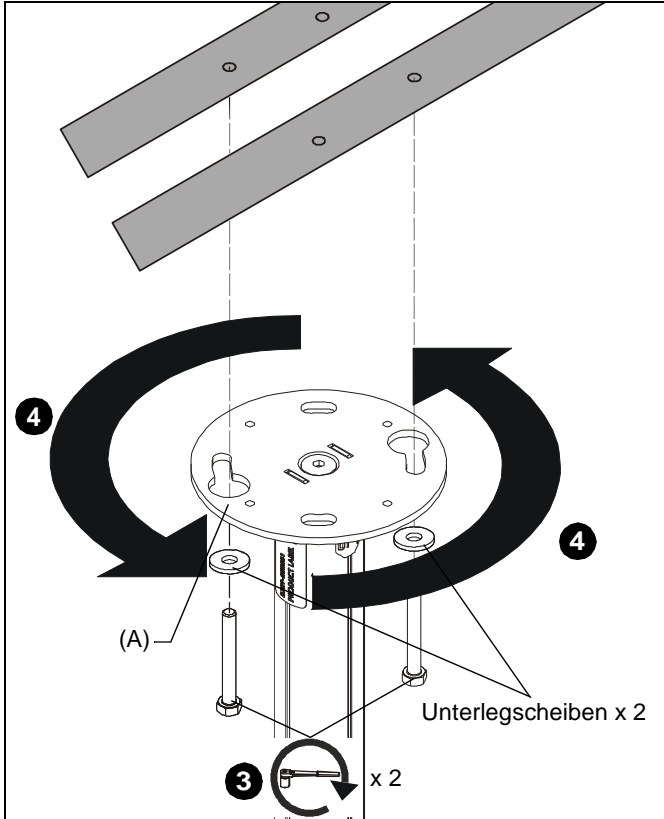

Abbildung 4
3. Setzen Sie durch zwei 7,9 mm (5/16")-Unterlegscheiben (nicht mitgeliefert) lose zwei (mindestens) 7,9 mm x 12,7–19 mm (5/16" x 2–3/4")-Ankerschrauben (nicht mitgeliefert) in entgegengesetzten Ecken der in die Holzbalken-Querverstrebung gebohrten Löcher ein. (Siehe Abb. 4)
4. Platzieren Sie die Deckenplatte (A) an der Decke und schrauben Sie, bis die Ankerschrauben die Platte in Position halten. (Siehe Abb. 4)